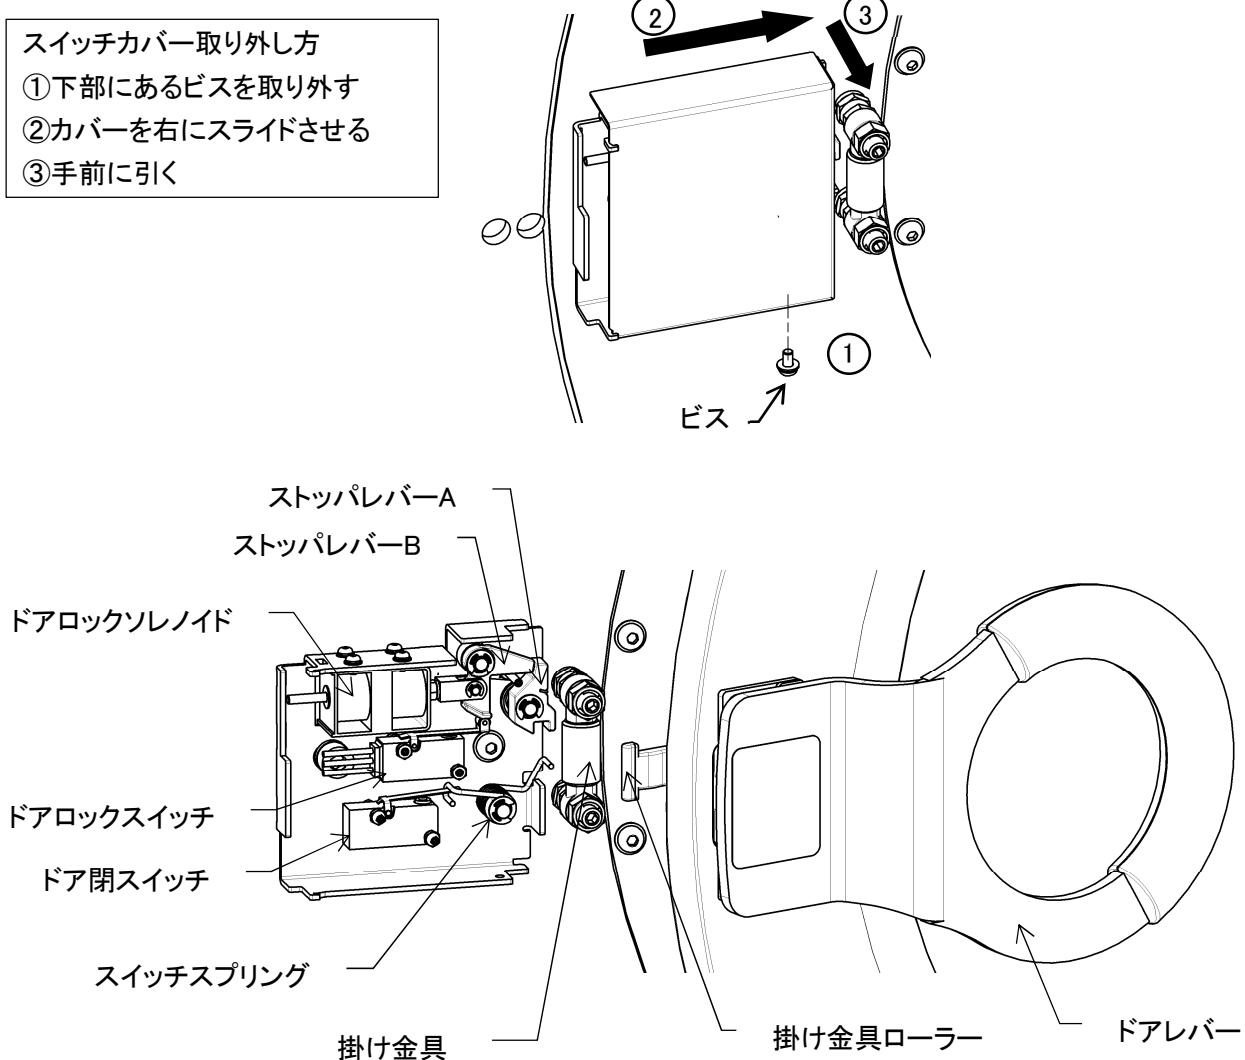

図 8-8
### 8. 3. 5 ドアロック(図 8-8)
- ・スイッチカバーの下側のビスを緩めスイッチカバーを右にスライドさせ手前に取り外します。(図 8-8)